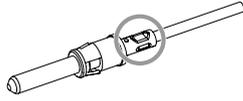

Abb. 11: Pilotkontakte
3. Kontakt und Kabel (ggf. inkl. Reduzierhülse) mit Crimpwerkzeug (siehe Kapitel „4. Werkzeuge“) vercrimpen, wie in **Abb. 11** bzw. **Abb. 13** gezeigt.